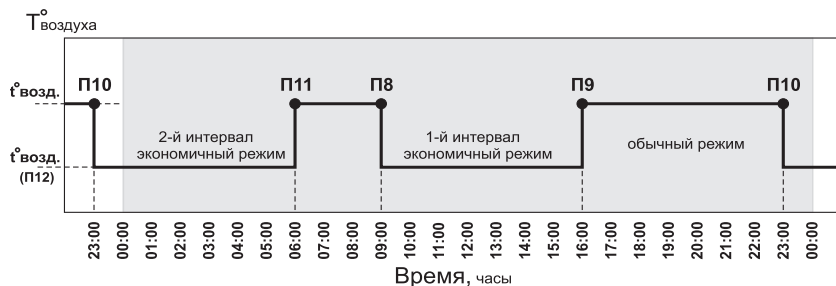

Рис. 5 График температуры воздуха в помещении для Режиме 1.
**Режим 1 (рабочий день)** - режим состоит из двух запрограммированных интервалов, которые повторяются каждые сутки. В каждом интервале температура воздуха в помещении понижается на три градуса и электроводонагреватель работает в экономичном режиме. На заводе-изготовителе запрограммированы интервалы, которые показаны на графике температуры воздуха в помещении при работе термостата в Режиме 1 (см.Рис.5).